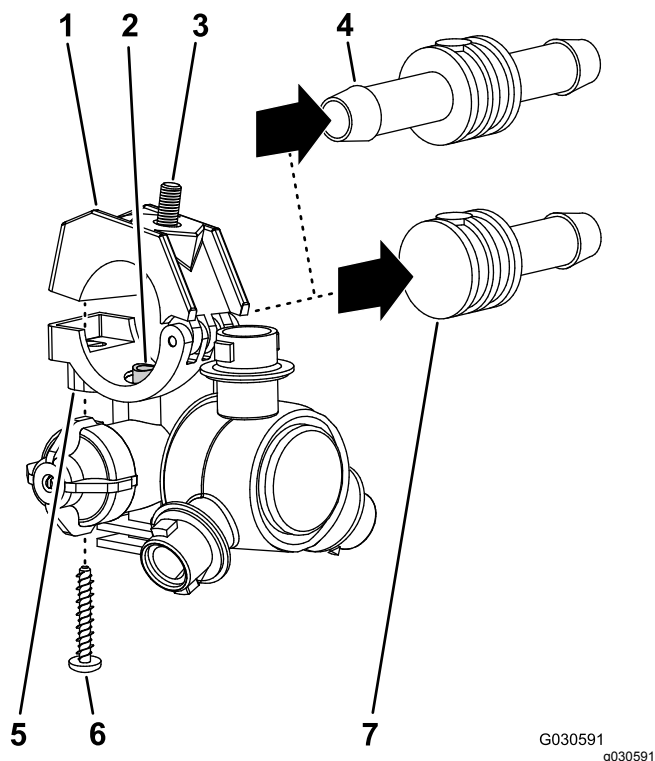

Figura 50
2. Rimuovete la vite in acciaio inox (n. 12 x 1 1/4") che fissa la metà superiore della fascetta e il portagomma dentellato singolo o doppio (3/4") al corpo dell'ugello dell'irroratrice e separate il portagomma dentellato e il flessibile dall'ugello (Figura 50).